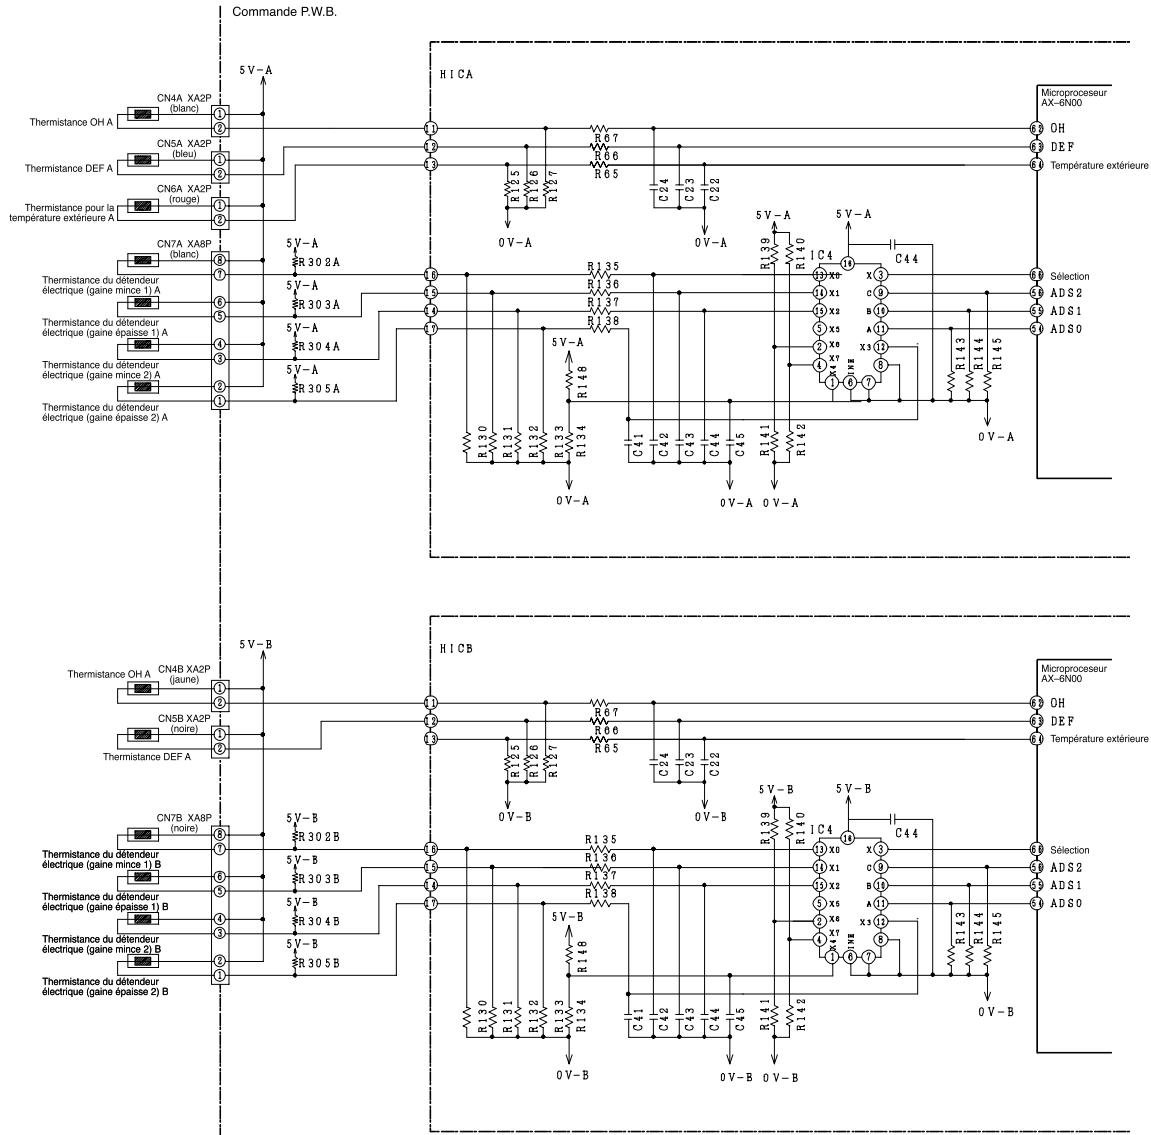

Fig. 6-1 Circuit de détection des températures
- The circuit of the thermistors is shown as Fig. 6-1, and their roles and temperature measuring points are shown as Table 6-1. The DEF thermistor, OH thermistor and electric expansion valve are for A cycle and B cycle respectively. The outdoor temperature thermistor is common to A cycle and B cycle.
- Le circuit des thermistances est présenté sur la Fig. 6-1, et le rôle et les points de mesure de la température de celles-ci sont signalés dans le tableau 6-1. Les thermistances DEF, OH et le détendeur électrique sont destinés aux cycles A et B respectivement. La thermistance pour la température extérieure est destinée aux deux cycles A et B.